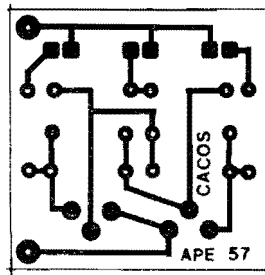

Fig.3
- **FIG. 3 - LAY OUT DO CIRCUITO IMPRESSO ESPECÍFICO** - A plaquinha específica de Impresso tem um padrão cobreado muito simples, mostrado em tamanho natural na figura... A traçagem pode ser realizada tanto